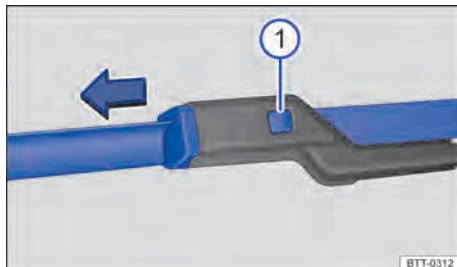

Fig. 131 Sustituir las escobillas limpiaparabrisas.
Comprobar regularmente la condición de las escobillas de los limpiacristales. Cambie las **escobillas de los limpiacristales** cuando estén deterioradas o limpielas si están sucias → fig. 131.
– Con una esponja húmeda, limpiar con cuidado las escobillas limpiaparabrisas → fig. 131.
– Mantener la tecla de desbloqueo → fig. 131 ① pulsada y, al mismo tiempo, retire la escobilla limpiaparabrisas en el sentido de la flecha.